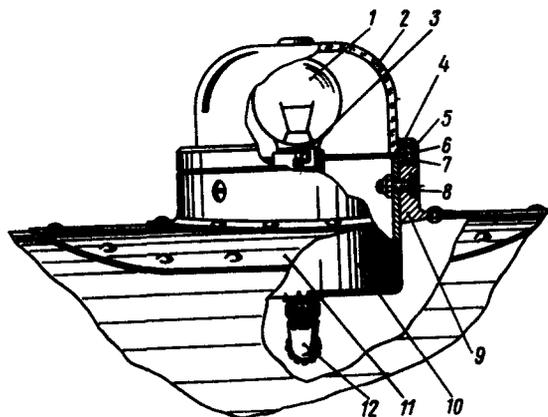

Рис. 129. Лампы в проблесковом маяке МСЛ-3:
1. Отвернуть накидную гайку 5 (рис. 129) специальным ключом 81.008.892.003 из комплекта МСЛ-3.
1. Вставить в патрон 3 (см. рис. 129) лампу.